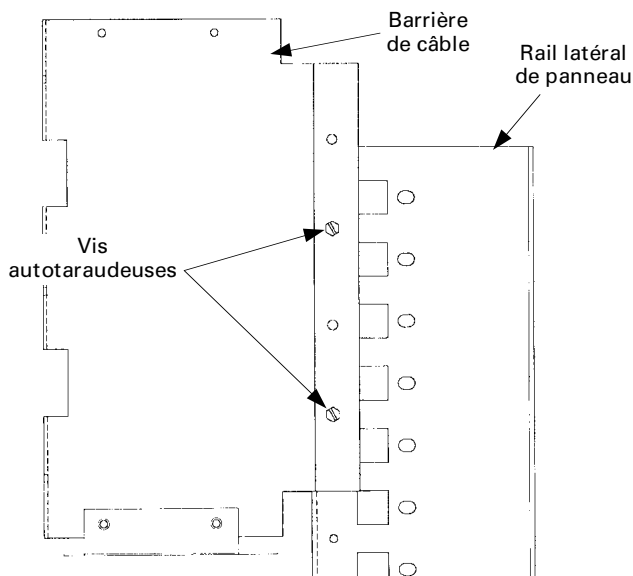

Figure 5. Installation de la barrière de câble.
5. Installer les barrières de câble. Positionner les barrières de câble de manière à ce que les deuxième et quatrième trous du haut de la barrière de câble soient alignés avec les premier et quatrième trous des rails latéraux de panneau ou rails Z, tel qu'illustré à la Figure 5. Fixer les barrières de câble aux rails latéraux de panneau ou rails Z en utilisant les vis autotaraudeuses fournies.